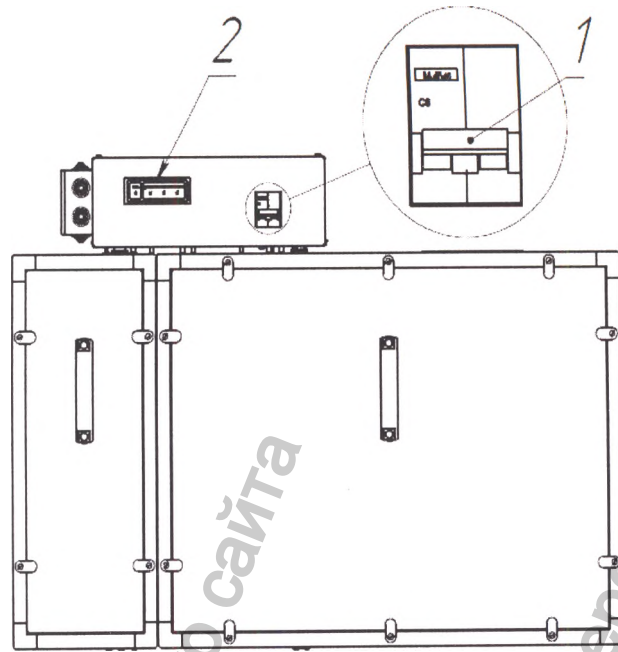

Рисунок 2.14 — Автомат включения/выключения прибора (поз. 1) и панель индикации (поз. 2)
2.4.2.1 Запуск прибора, подключенного к электросети без пульта индикации, осуществляется включением автомата на блоке автоматики (рисунок 2.14, поз. 1).
2.4.2.2 Запуск прибора, подключенного к электросети через пульт индикации, осуществляется включением автомата на блоке автоматики (рисунок 2.14, поз. 1) и двух автоматов на пульте индикации (рисунок 2.15 первый автомат — общий, второй автомат — соответствующий включаемому прибору).
2.4.2.5 Панель индикации располагается на блоке автоматики (рисунок 2.14, поз. 2) и отображает текущее состояние прибора при помощи световых индикаторов.